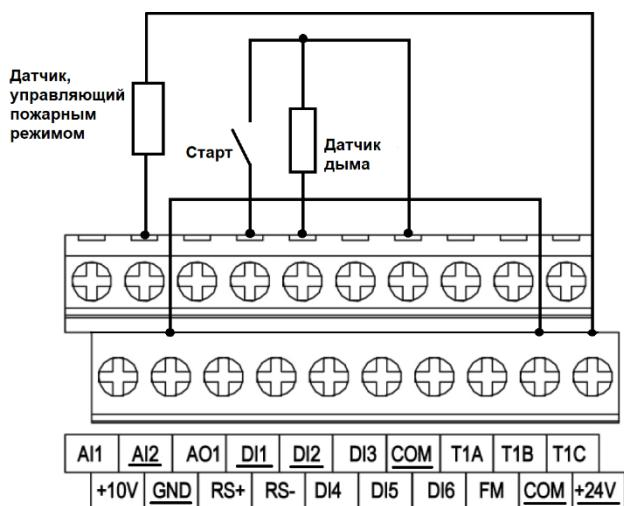

Рисунок 2. Схема подключения датчика через внутренний источник питания
- С использованием внутреннего блока питания (Рис. 2)